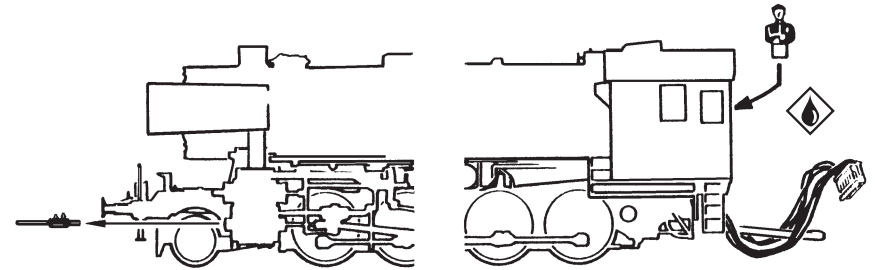

Fig. 4
First remove Tender body (fig. 6). Then remove the jumper from the interface. Finally put the plug of the chip into the interface as shown in fig. 4.
**Assembly:** During assembly please take care of correct position of contacts (fig. 4).
**Exploitation en télécommande multi-trains:** Veuillez démonter d'abord la caisse du tender (fig. 6). Enlevez ensuite la fiche de shuntage de l'interface (à conserver!) et enfichez finalement la fiche du module de télécommande aux prises de l'interface. Veillez à la position correcte de la fiche (voir fig. 4).
**L'assemblage:** Lors de l'assemblage **veillez veiller à la position correcte des lames de contact** (voir fig. 4).